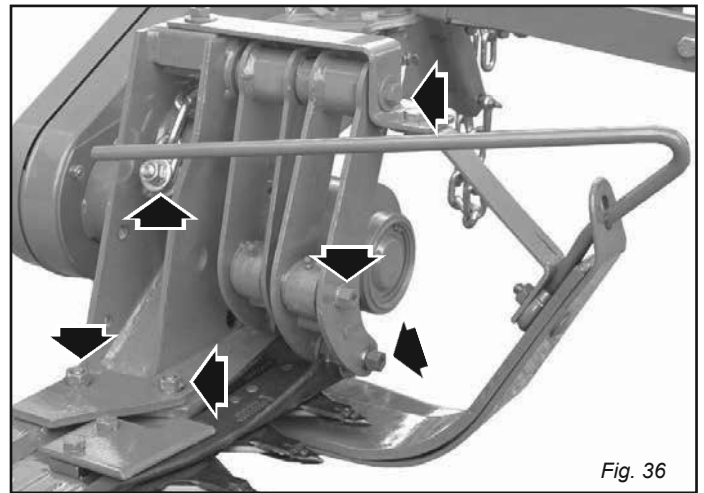

Fig. 36
- Durante las primeras horas de trabajo, controle que los tornillos estén apretados (Fig. 36).
- Controlar el cierre de los pernos sobre las bielas (Fig. 36).